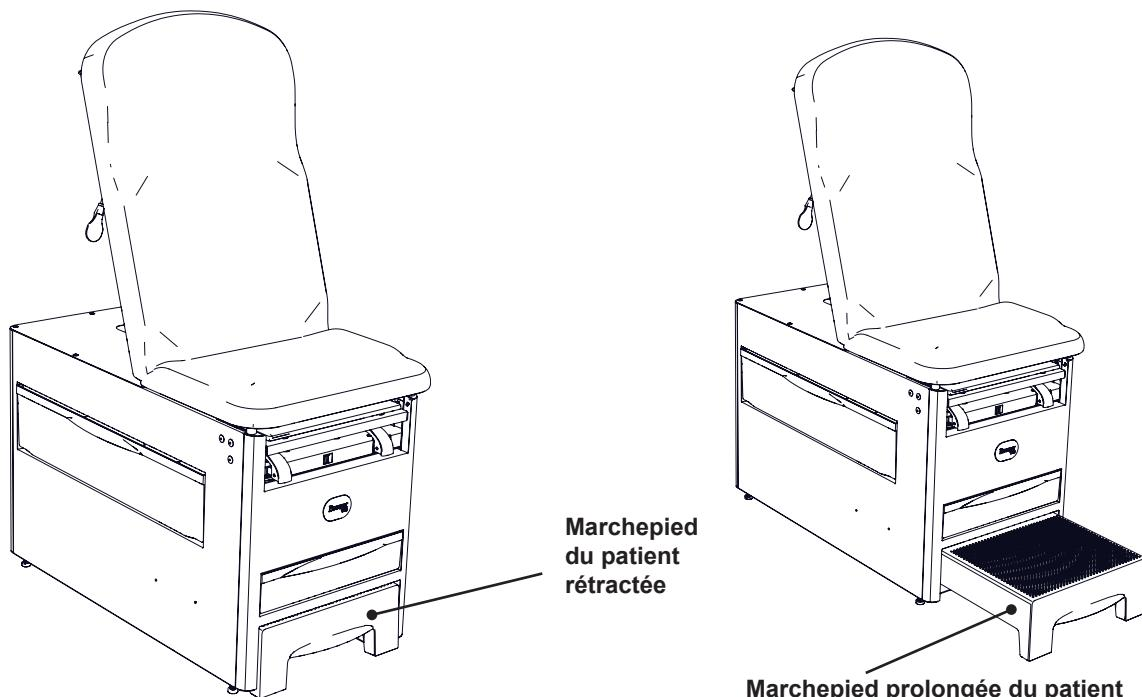

Figure 9. Fonctionnement du Marchepied du patient
1. Placez la main ou le pied dans l'ouverture devant le marchepied et soulevez doucement tout en étendant complètement le marchepied du patient (Figure 9).